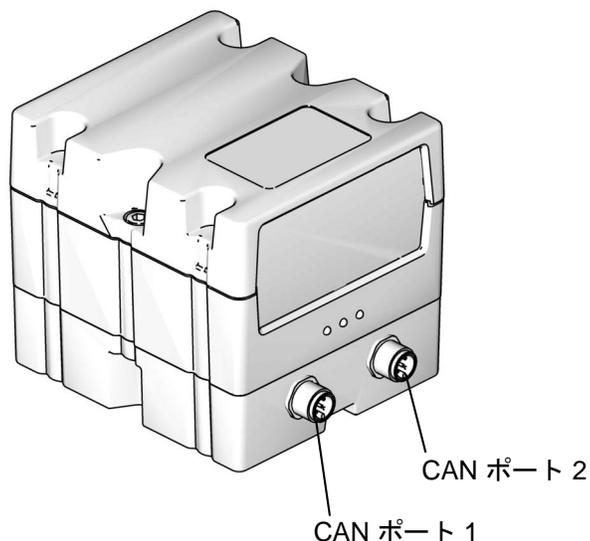

図 22: CGM CAN接続
5. CGM(U)からアクセスカバーを取り外します。2つのネジ(T)を緩め、図 22に示されているようにCGM(R)をベース(S)から取り外します。